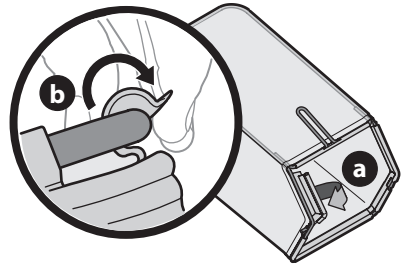

Figura 16
1. Para montar el colector de césped, proceda de la siguiente manera (Figura 16).